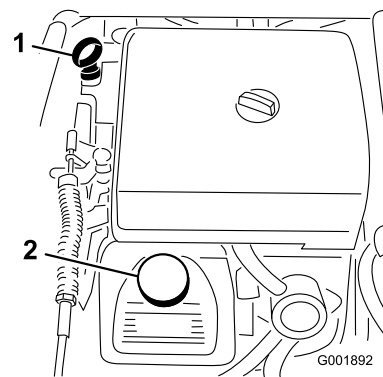

Figura 48
2. Retire a vareta e limpe-a com um pano limpo (Figura 48). Volte a colocar a vareta no tubo e verifique se está completamente introduzida. Retire a vareta e verifique o nível de óleo.
3. Se o nível de óleo estiver baixo, retire a tampa de enchimento da cobertura das válvulas (Figura 48) e adicione lentamente óleo suficiente na abertura até que o nível suba até à marca "Full" (Cheio) da vareta. Adicione o óleo lentamente e verifique o nível com alguma frequência durante o procedimento. Não encha demasiado.
- Coloque lentamente cerca de 80% da quantidade de óleo especificada no bocal de enchimento do óleo (Figura 48).